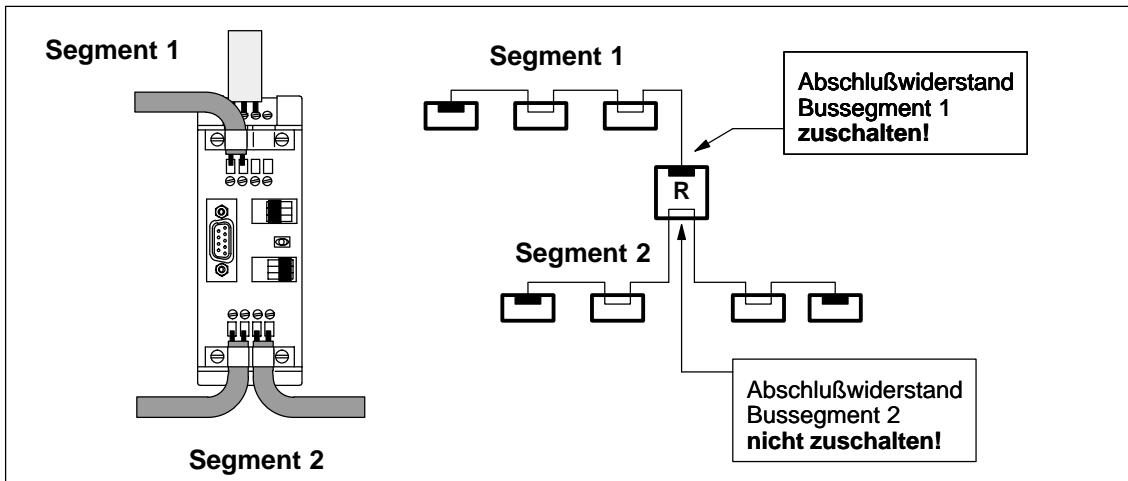

Bild 5-4 Anschluß zweier Bussegmente am RS 485-Repeater
- Segment 1 am RS 485-Repeater abgeschlossen und Segment 2 am RS 485-Repeater durchgeschleift (siehe Bild 5-4)
Das Bild 5-4 zeigt Ihnen die Kopplung zweier Segmente über einen RS 485-Repeater, wobei ein Segment durchgeschleift wird: